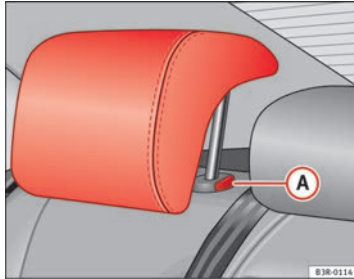

Abb. 5 Äußere Fondsitze: Kopfstütze
- Drücken Sie den Knopf **A** ⇒ Abb. 5 und führen Sie die Kopfstütze nach unten.
- Drücken Sie auf die Taste **A** ⇒ Abb. 5 und ziehen Sie gleichzeitig die Kopfstütze heraus.